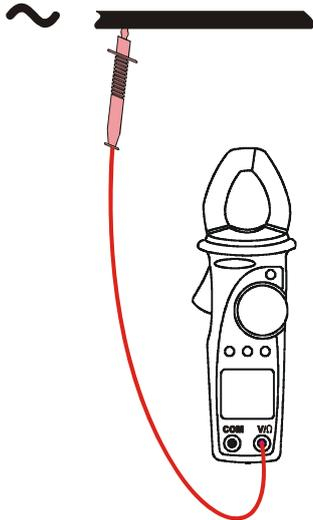
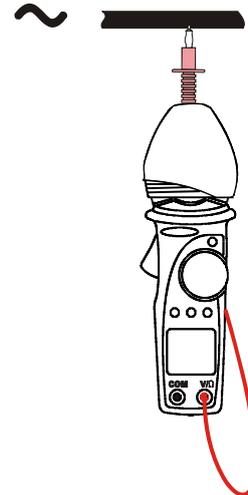

Abb. 18: Spannungsprüfung
Abb. 19: Spannungsprüfung mit Schutzkappe
3. Verbinden Sie die rote Prüfspitze mit der Phase L1. (s Abb. 18). Falls nötig, kann die rote Prüfspitze an der Gummischutzhülse befestigt werden. (s Abb. 19)